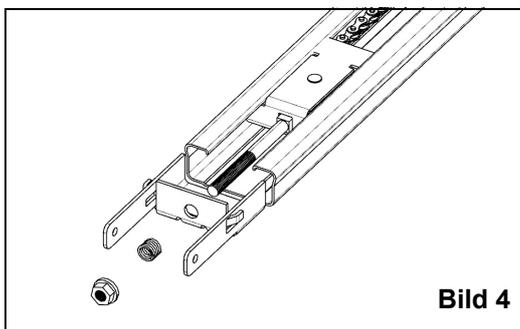

Bild 4
3. Führen Sie nun Feder und Mutter wie in Bild 4 gezeigt auf die Gewindestange.